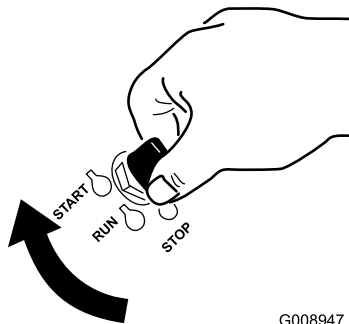

Bild 16
1. Drehen Sie den Zündschlüssel auf die Start-Stellung (Bild 16). Lassen Sie den Schlüssel los, sobald der Motor anspringt.
- Drehen Sie den Zündschlüssel auf die Start-Stellung (Bild 16). Lassen Sie den Schlüssel los, sobald der Motor anspringt.